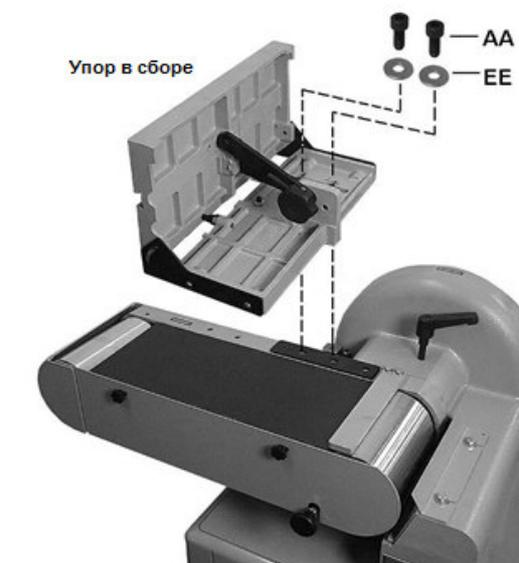

Рис. 9
Установка упора. См. рис. 9.
Осторожно! Опасное место! Перед установкой упора, расположите его в положении под прямым углом (см. Рис. 9) и затяните ручку для его фиксации.
1. Наклоните ленточный механизм в горизонтальное положение и расположите упор на опорной плите (см. Рис. 9).
2. Вставьте два винта с внутренним шестигранником M10 x 25 (AA) с двумя плоскими шайбами M10 (EE) в отверстия на основании упора и в резьбовые отверстия на соединительной планке (см. Рис. 9).